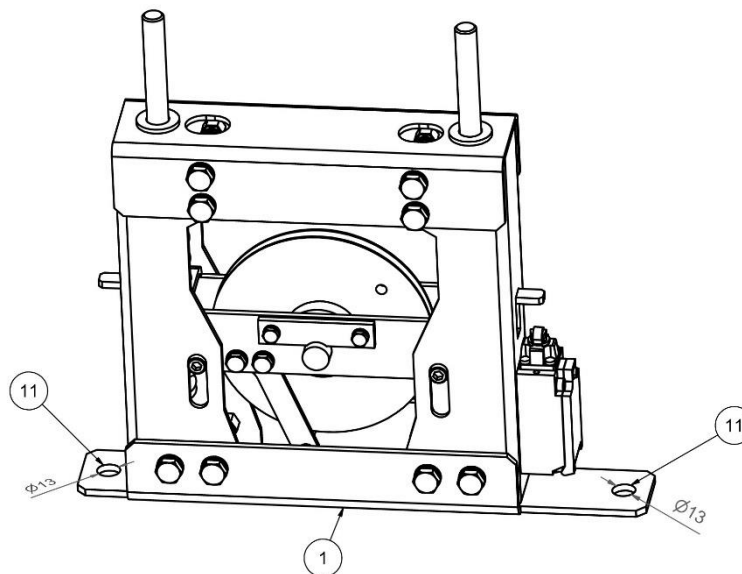

Figure 3: Points de fixation de la poulie de tension Compact
Une fois que l'on s'assure que les brins du câble du limiteur coïncident parfaitement avec la gorge de la poulie, il faut procéder à la fixation de la poulie de tension Compact au sol de l'installation à l'aide de deux vis M12 dans les points de fixation (11) disposés à cet effet. Voir Figure 3.